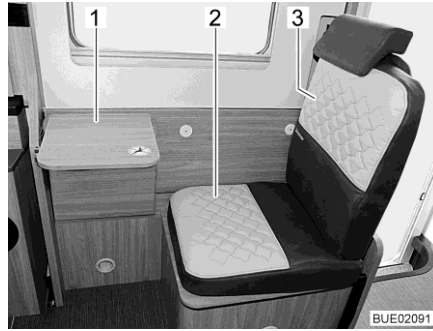
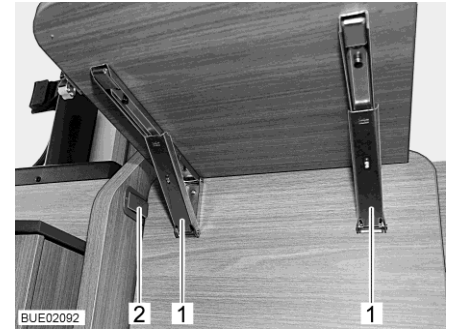

Fig. 30 Sedile supplementare con tavolo ribaltabile
Fig. 31 Fermi sul tavolo ribaltabile
- Posizionare il cuscino del divano fornito in dotazione (Fig. 30,2) e il cuscino dello schienale (Fig. 30,3).
- Ruotare verso l'alto la parte anteriore del divano, fino a che il fermo in plastica (Fig. 31,2) non si innesta.
- Ribaltamento del piano del tavolo verso il basso: Sbloccare i due fermi (Fig. 31,1) e ruotare verso il basso il piano del tavolo (Fig. 30,1).